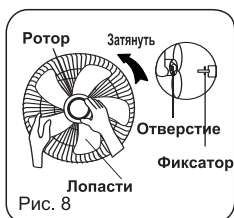

Рис. 8
2. Вставьте винт в вал и убедитесь, что штифт вала ротора установлен в паз винта. Поверните винт против часовой стрелки, чтобы затянуть его (Рис. 8).